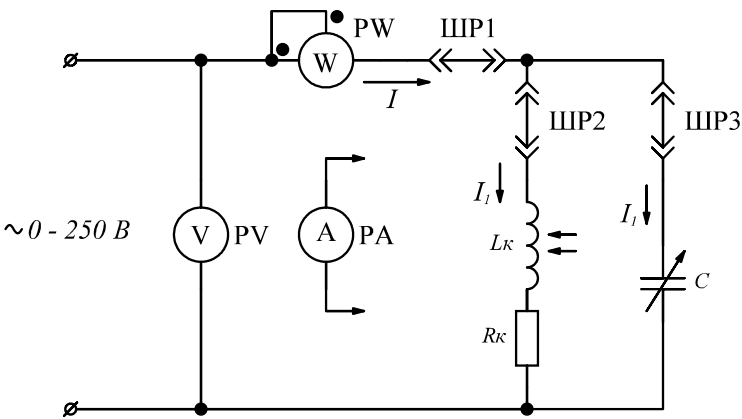

Рис. 4.2. Электрическая схема исследования резонанса токов
4.15. Какие из проявлений резонанса токов могут быть использованы в цепи па рис. 4.2 для определения момента наступления резонанса при регулировании L или C ?
4.18. Проанализируйте зависимость $b_L(L)$ для катушки с R и L и объясните, почему при заданных значениях R и C резонанс в цепи на рис.4.2 может наступать при двух значениях L ? При каких значениях C резонанса вообще не может быть в цепи с заданными R и L катушки?